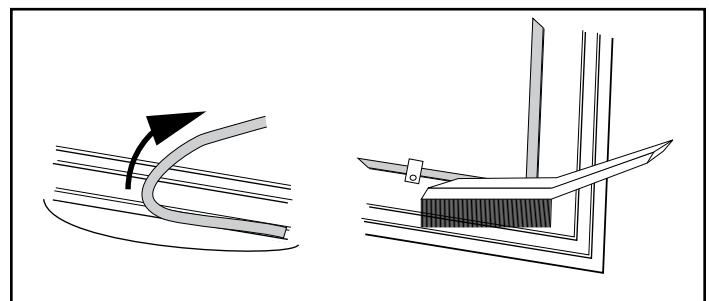

Figure 3.5 - Enlever le joint et nettoyer la rainure à l'aide d'une brosse métallique.
1. Pour enlever le joint existant, saisissez-le par une extrémité et tirez fermement, Figure 3.5.
- Utilisez une brosse métallique ou la pointe d'un tournevis pour nettoyer la rainure et enlever les résidus de ciment et de joint. Enlevez les dépôts tenaces de ciment à l'aide d'un ciseau si nécessaire, Figure 3.5.